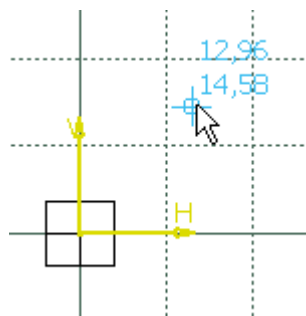

Рис. 46
2) Синій курсор **SmartPick** знаходиться близько до курсору, параметр "**Snap to point**" (прив'язка до точки) вимкнений (Рис. 46).